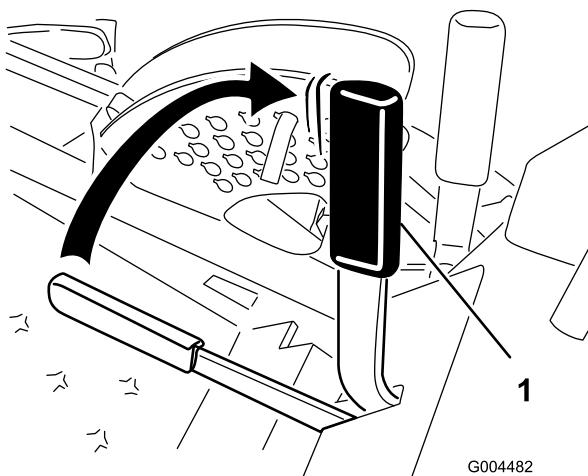

Figura 16
2. Puxe para cima e para trás a alavanca do travão de mão para aplicar o travão de mão (Figura 16). A alavanca do travão de mão deve ficar firme na posição de engatada.
Puxe a alavanca do travão de mão para a frente e para baixo para desengatar o travão de mão (Figura 16).